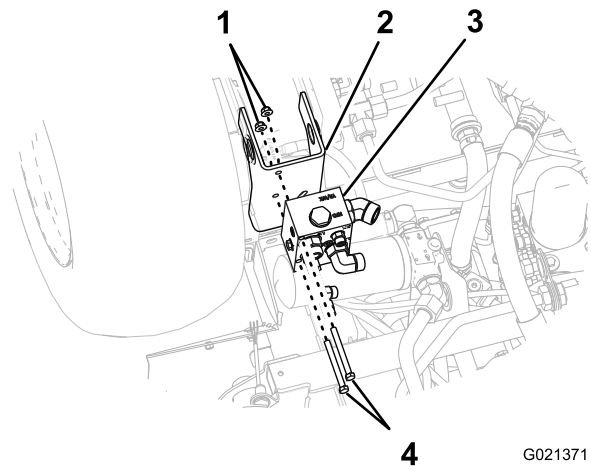

Figura 9
- Alinee los taladros del colector del divisor de flujo con los taladros del soporte del chasis (Figura 9).
- Sujete el colector del divisor de flujo al soporte del chasis con los 2 pernos de cabeza hexagonal y las 2 tuercas con arandela prensada (Figura 9).